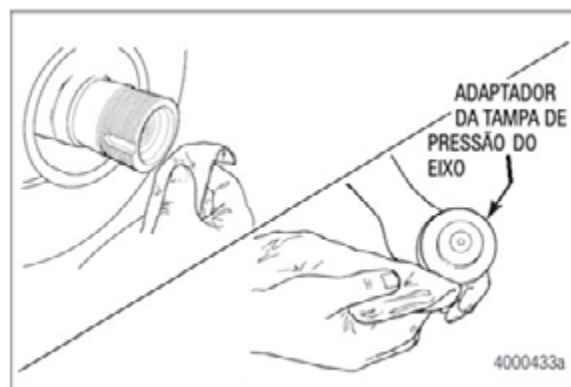

Figura 2.26
25. Limpe todos os resíduos de composto de retenção da ponteira e da ferramenta de instalação da tampa de pressão. Figura 2.26.